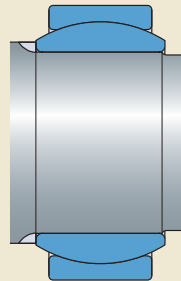

Bild 18
- Aussparungen oder Gewindelöcher in der Gehäusebohrung (→ **Bild 18**)